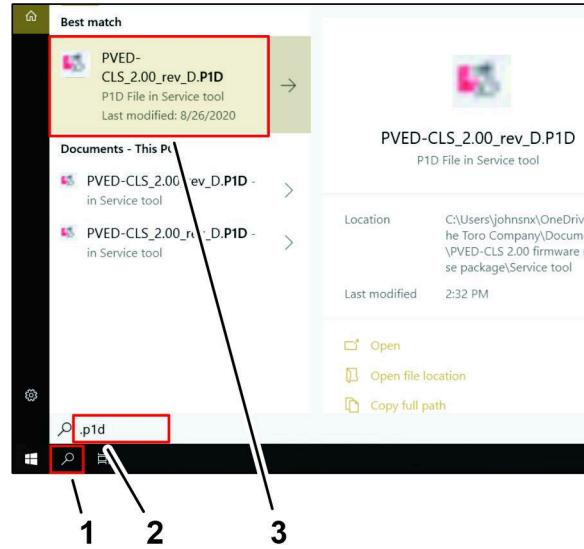

Figura 37
4. En el cuadro de texto ESCRIBA AQUÍ PARA BUSCAR, escriba .P1D y pulse la tecla Enter (Figura 37).
5. Haga clic en el ícone PVED-CLS_2.00_rev_D.P1D (Figura 37).
2. En la barra de tareas de Windows, haga clic en el ícono BUSCAR (Figura 37).